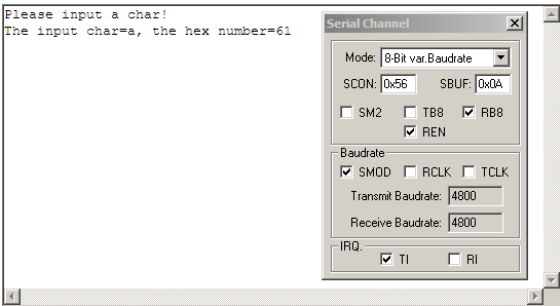

图 21-21 仿真输出第二个字符串
- (8) 在串行接口的仿真界面上手动清零 TI，然后在“UART #0”仿真窗口输入字符 a。此时，再次在串行接口的仿真界面上手工置位 TI，“UART #0”仿真窗口中输出的第二个字符串。如图 21-21 所示。